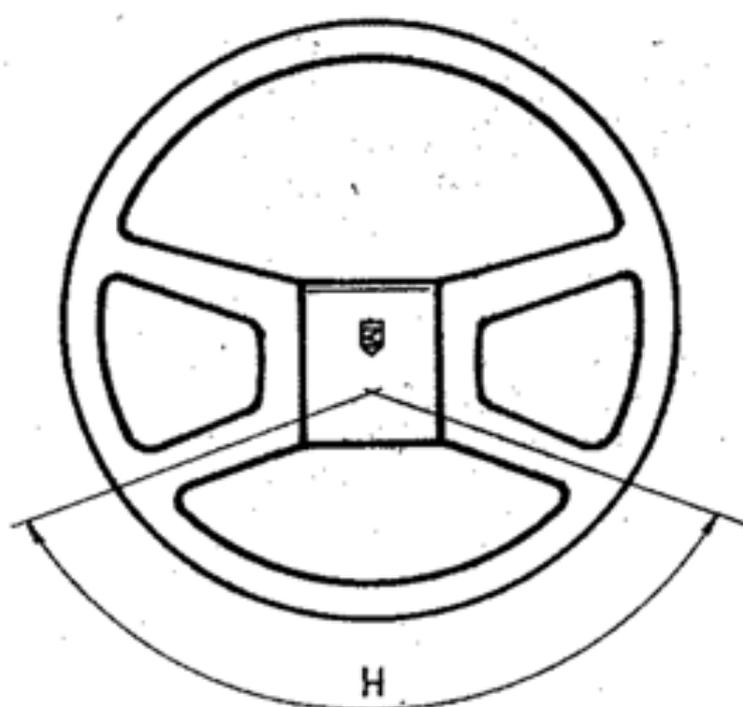

Рис. 188. Рулевое колесо автомобиля ЗАЗ-110216, "Люкс".
3. Установите рулевое колесо углом Н между спицами симметрично вниз (рис. 188). Снимите крышку выключателя звукового сигнала.